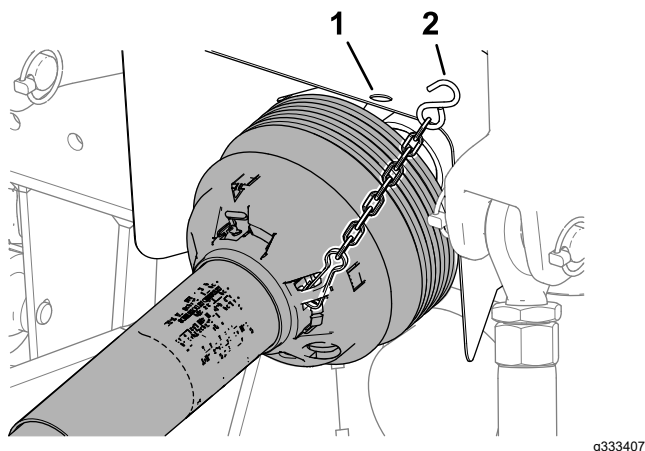

Figure 49
5. Détachez la chaîne de la protection (Figure 49) de la PDF du groupe de déplacement (CE seulement).